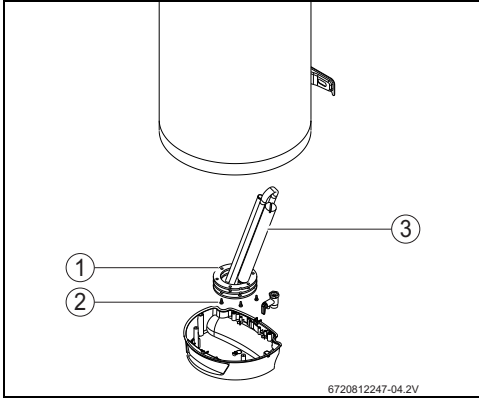

Fig. 13 Acceso a la zona interior e identificación de las partes
- ▶ Aflojar la tuerca de fijación de la brida (Fig. 13, [2]).
- ▶ Retirar la brida del interior del acumulador de agua caliente (Fig. 13, [1]).
- ▶ Comprobar el ánodo de magnesio (Fig. 13, [3]) y, dado el caso, sustitúyalo.